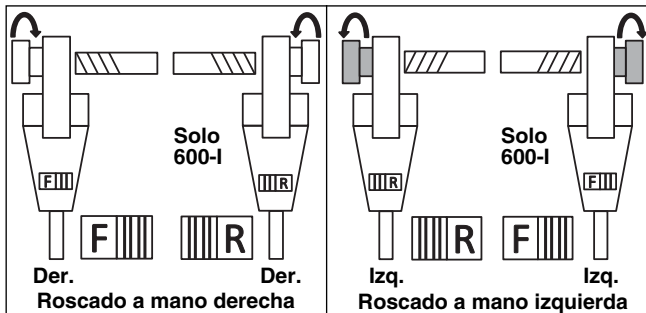

Figura 10 – Orientación del interruptor corredizo y el cabezal roscador
- 7. Coloque el interruptor corredizo F/R del accionamiento motorizado en posición de avance o de retroceso, según quiera una rosca a mano derecha o a mano izquierda. *Vea la Figura 10.*